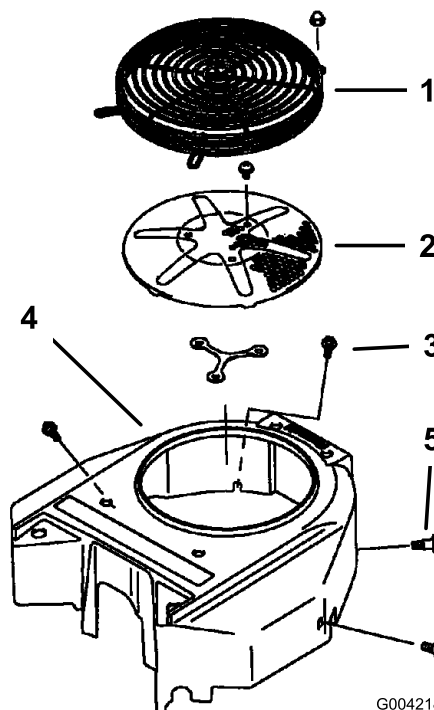

Figure 70
5. Remettez la grille d'entrée d'air, le lanceur et le boîtier du ventilateur (Figure 70).
Avant chaque utilisation, enlevez l'herbe, les saletés et autres débris éventuellement accumulés sur la grille du moteur. Cela permet d'assurer un refroidissement et un régime moteur corrects, et réduit les risques de surchauffe et de dégâts mécaniques du moteur (Figure 70).
3. Retirez la grille d'entrée d'air, le lanceur et le boîtier du ventilateur (Figure 70).